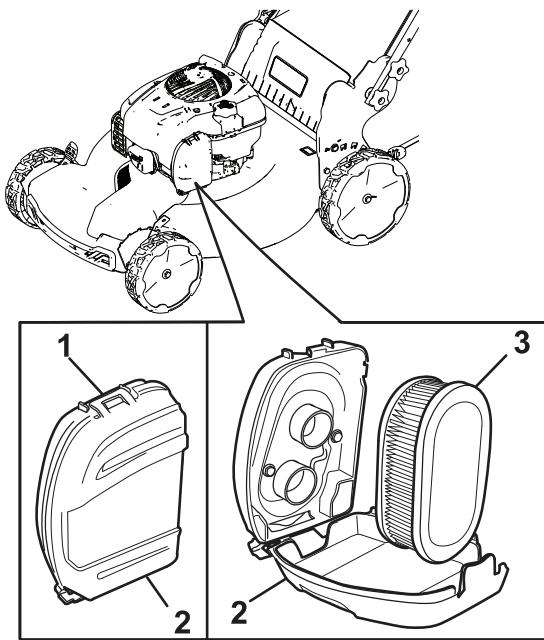

Figure 20
1. Déclipsez le haut du couvercle du filtre à air (Figure 20).
2. Déposez le filtre à air (Figure 20).